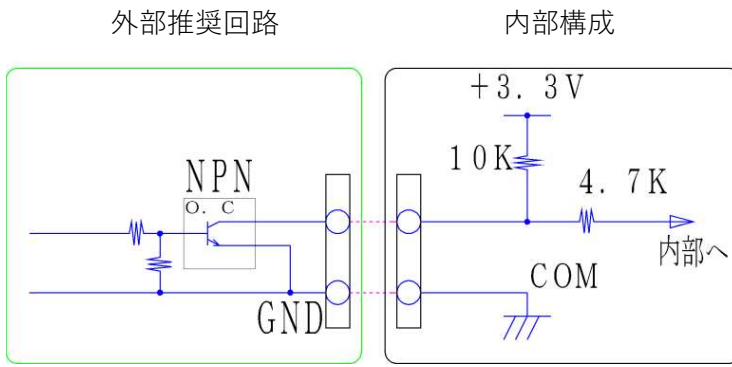

図 2
- 電子制御の場合は図 2 を参考に接続して下さい。
当社製 4K UHD 対応 2 分配器 (SPLH-4K200) を用いて図 2 の接続状態にて運用中、何らかの要因により本器の HDMI 出力端子が未接続の状態になった場合、SPLH-4K200 は HDMI 出力端子より解像度 FHD (1080p) 60Hz 以下の映像信号を出力する動作となります (ディスプレイ A、B には FHD (1080p) 60Hz 以下の解像度の映像が表示されます)。また、HSWT-4K300HDMI 出力端子に HDMI コネクタを再接続しても、4K UHD の映像は SPLH-4K200HDMI 出力端子から出力されません。この場合、**SPLH-4K200 の電源を再投入または本器の運用モードスイッチを 4K UHD の固定解像度に設定することにより** SPLH-4K200 から 4K UHD の映像信号が出力されるようになります。